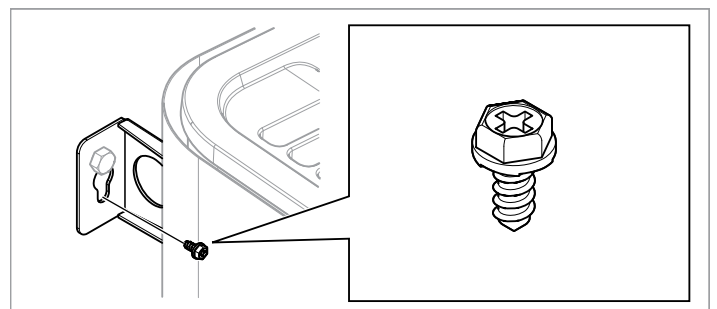

Fig 11: Konsolens låsskruv
9. Lås aggregatet på plats med låsskruven se Fig 11.